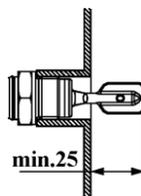

Рисунок 9
2.4.4 При установке в емкости и трубопроводы лопатки СУ должны полностью выступать внутрь и ориентироваться вертикально (см. рис. 9). Также следует учитывать возможность налипания на стенки емкости в зоне установки вязких фракций. Для исключения влияния налипания следует увеличить дистанцию от камертона СУ до стенок емкости (см. рис. 10).